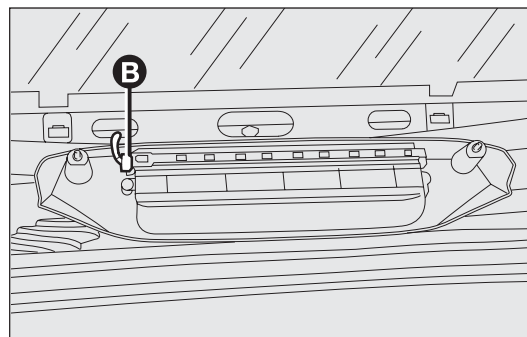

fig. 159
- débrancher le connecteur B-fig. 159 et enlever le groupe optique ;